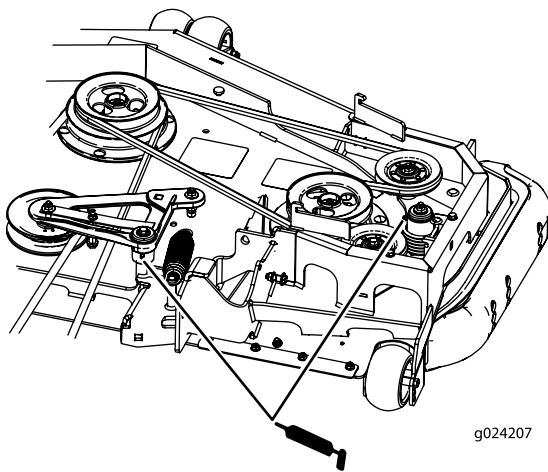

Figura 56
7. Lubrifique os braços intermédios da correia de transmissão (apenas máquinas com descarga traseira) conforme se mostra na Figura 56.